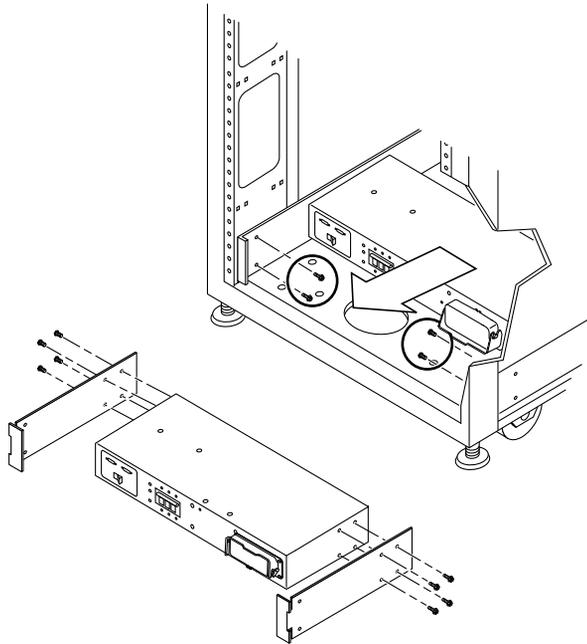

图 4-7 拆卸电源序列发生器
2. 从电源序列发生器背面的相应电源设备连接器中拔下钥匙开关适配器电缆（图 4-7）。
1. 将电源序列发生器滑入存储系统（图 4-7）。